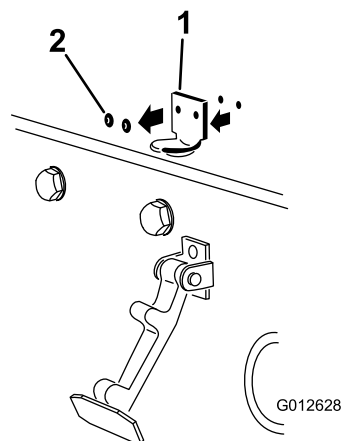

図 3
2. フードラッチブラケットをフードに固定しているリベット2本を外す **図 3**。